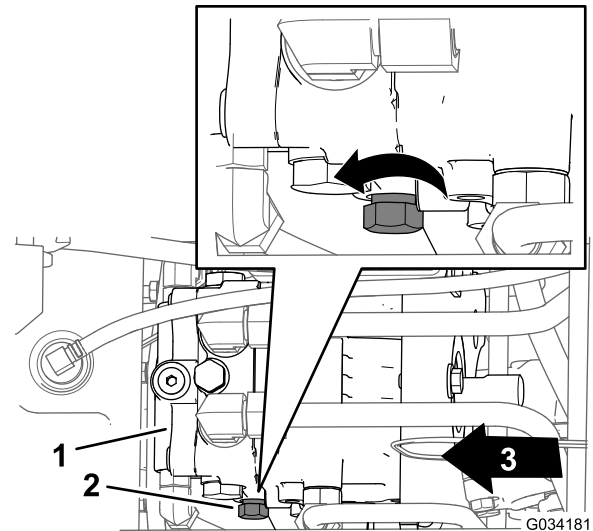

Figure 35
2. Localisez le bouton de commande de la vanne de dérivation sur le côté gauche de la pompe hydraulique (Figure 35).
3. Tournez le bouton de 3 tours dans le sens antihoraire (Figure 35).
1. Localisez le bouton de commande de la vanne de dérivation sur le côté gauche de la pompe hydraulique (Figure 35).
2. Tournez la bouton de commande (Figure 35) dans le sens horaire jusqu'à ce que vous sentiez une résistance ; la vanne de dérivation est alors fermée.